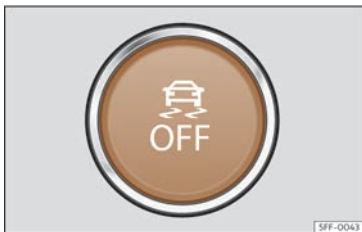

Fig. 128 În partea inferioară a consolei centrale: Buton ESC pornit/oprit (în funcție de versiune).
• ASR poate fi activat și dezactivat prin apăsarea scurtă a butonului  de pe consola centrală >>> **fig. 128**.
• În modul Sport, ESC poate fi dezactivat și activat prin apăsarea scurtă a butonului  de pe consola centrală >>> **fig. 128**.
• ESC poate fi activat și dezactivat prin apăsarea scurtă a butonului  de pe consola centrală >>> **fig. 128**.